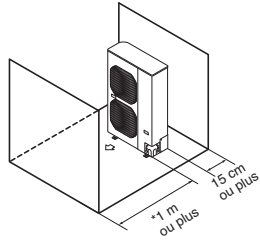

Fig. 2-3
- (2) Obstacles à l'avant et à l'arrière (La gauche, la droite et le dessus de l'unité sont dégagés). (Fig. 2-3)